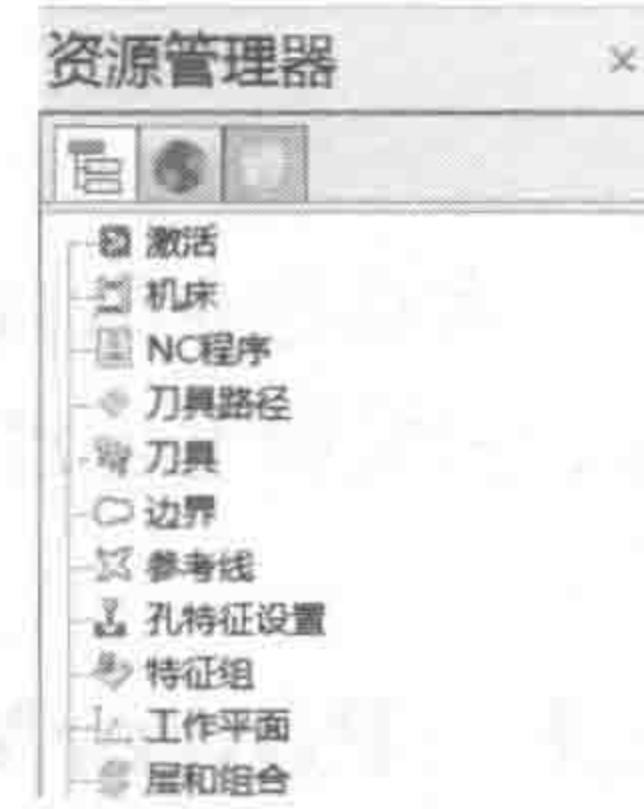

图 1-3
(2) 资源管理器 对加工必要的元素进行管理与设定，其中包括机床、NC 程序、刀具路径、刀具、边界、参考线、孔特征设置、特征组、工作平面、层和组合等类别，如图 1-3 所示。